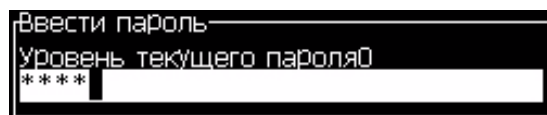

Рисунок 4-11: Диалоговое окно “Enter Password” (ввод пароля)
- 1 Нажмите кнопки “Alt + w”, и выберите опцию “Enter Password” (ввод пароля) из меню “Password” (пароль). Появится диалоговое окно “Enter Password” (ввод пароля) (смотрите Рисунок 4-11).